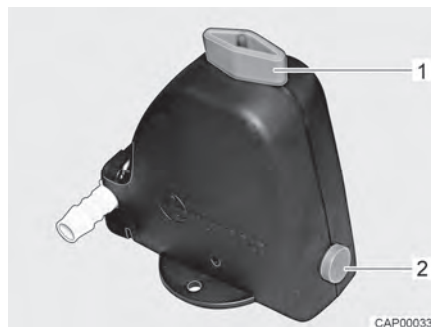
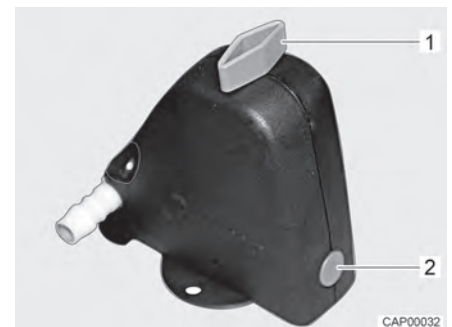

Bild 107 Sicherheits-/Ablassventil geöffnet
Bild 108 Sicherheits-/Ablassventil geschlossen
- Sicherheits-/Ablassventil schließen. Dazu Drehknopf (Bild 107,1) quer zum Sicherheits-/Ablassventil drehen und Druckknopf (Bild 107,2) hineindrücken. Das geschlossene Sicherheits-/Ablassventil ist in Bild 108 dargestellt. Bei Temperaturen unter 6 °C lässt sich das Sicherheits-/Ablassventil nicht schließen.